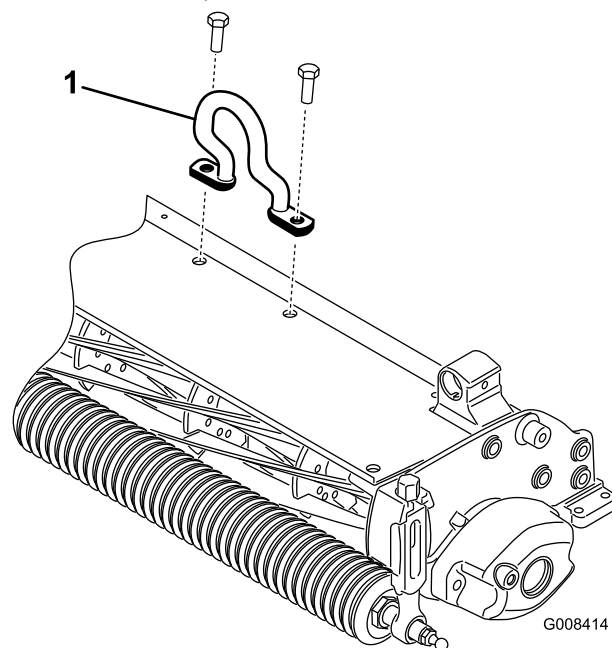

Figura 6
2. Instale la brida acodada (Figura 6) en la parte superior de la unidad escarificadora con 2 tornillos.